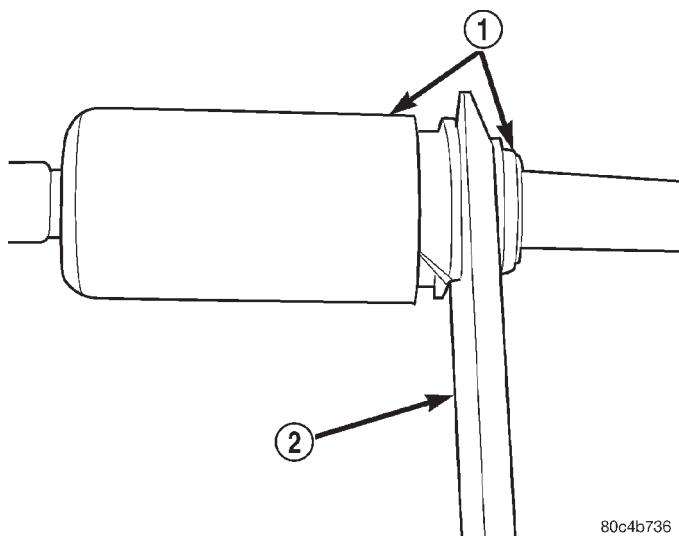

Fig. 13 Desconexión del circuito hidráulico con la herramienta 6638A
- (2) Desconecte el cable negativo de la batería.
- (3) Eleve el vehículo sobre un elevador.
- (4) Con la herramienta 6638A, desconecte el racor de conexión rápida del sistema hidráulico de embrague (Fig. 14). (Fig. 13).